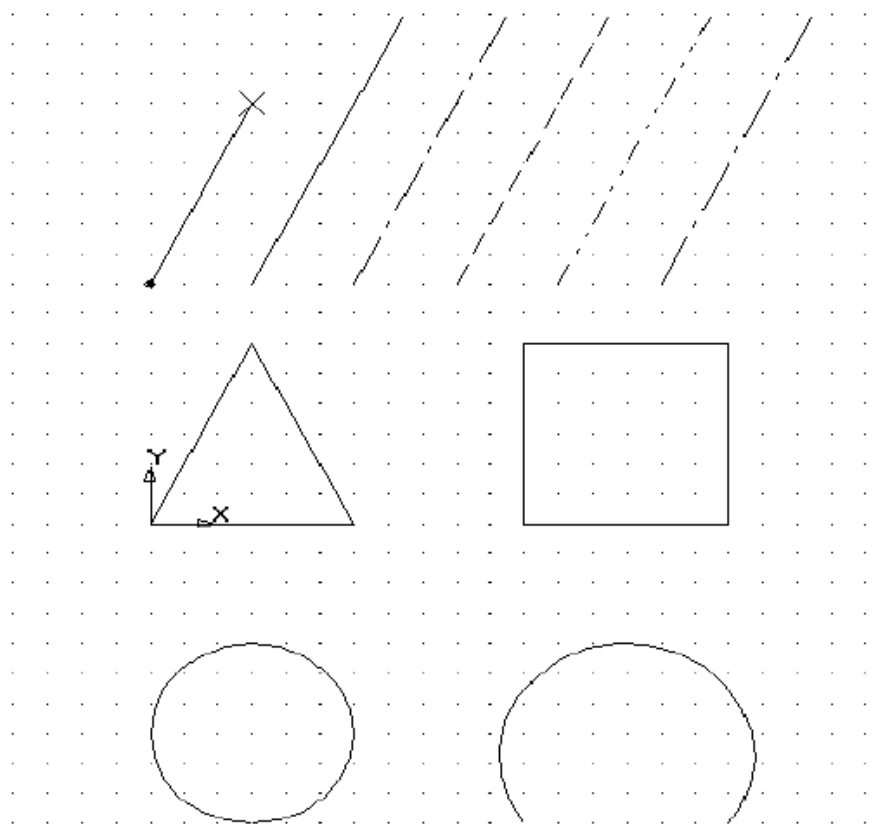

Рис. 1
### 4. Построить с привязкой по сетке 2 точки, 6 прямых разных стилей, треугольник, квадрат, окружность, дугу по трем точкам (рис.1)
1. Создать файл-фрагмент и выполнить построение фрагмента «Заслон» (см. Приложение 1: рисунок 1) , «Угольник» (см. прилож. 1, рис. 2)
**3. В файле выполнить построение фрагмента «Заслон» (см. прилож. 1, рис. 1):**